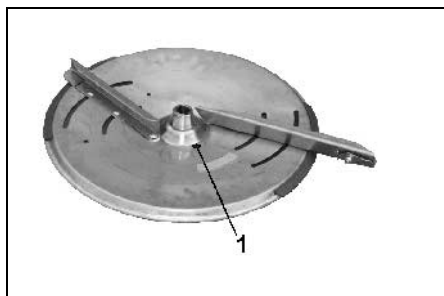

Fig. 52
- Vrid spridartallriken så att 8 mm (Fig. 52/1) hålet är riktat mot maskinens mittpunkt.